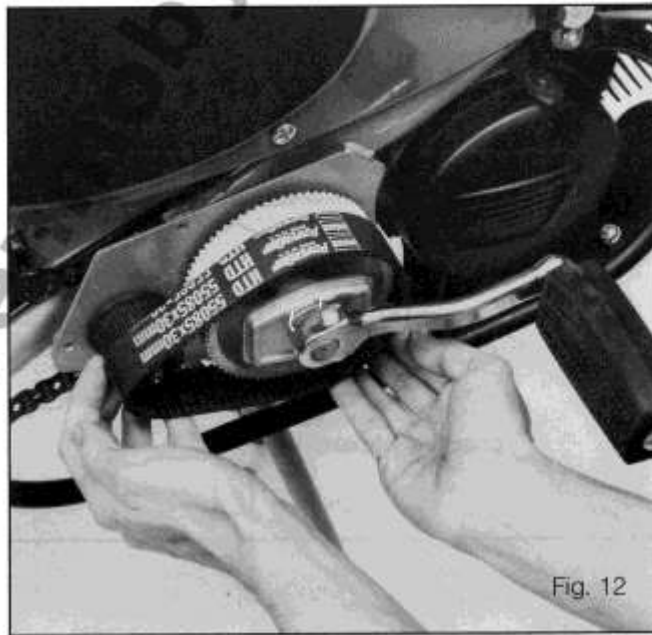

Fig. 12
- Glisser la courroie vers l'extérieur (*figure 12*) en faisant tourner les poulies si nécessaire.